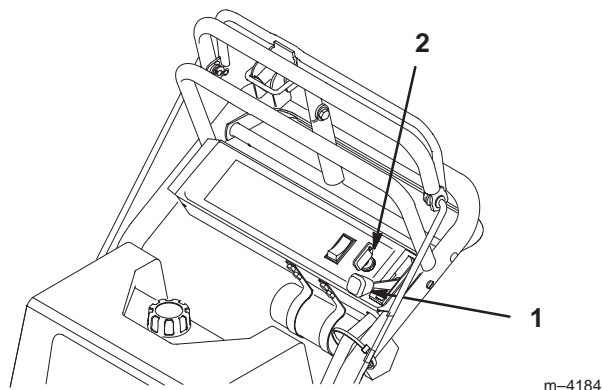

Figure 16
1. Placez la manette d'accélérateur en position de ralenti (Fig. 16).
2. Tournez la clé de contact en position contact coupé (Fig. 16).